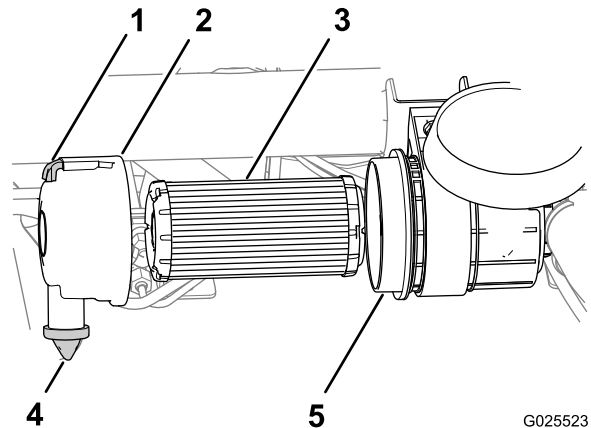

Figura 50
1. Tire hacia fuera del enganche y gire el filtro de aire en sentido antihorario (Figura 50).
3. Retire el filtro de aire de la carcasa (Figura 50).